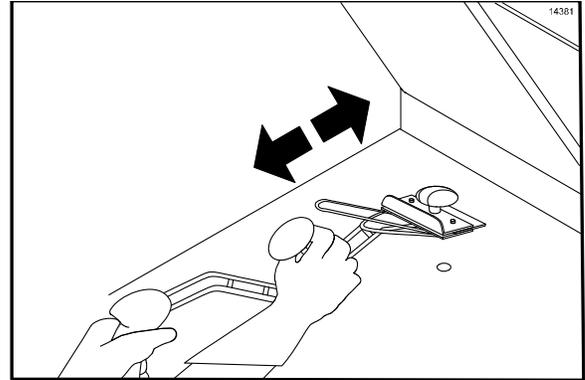

Figura 84
10. Limpie la superficie **inferior** de la parrilla con un raspador de parrillas, del frente hacia atrás. (Vea la figura 84.)